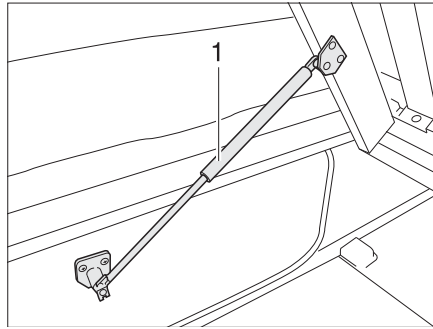

Fig. 158 Cama fija
- Levantar el somier. Los resortes por presión de gas (Fig. 158,1) retienen el somier en la posición abierta.